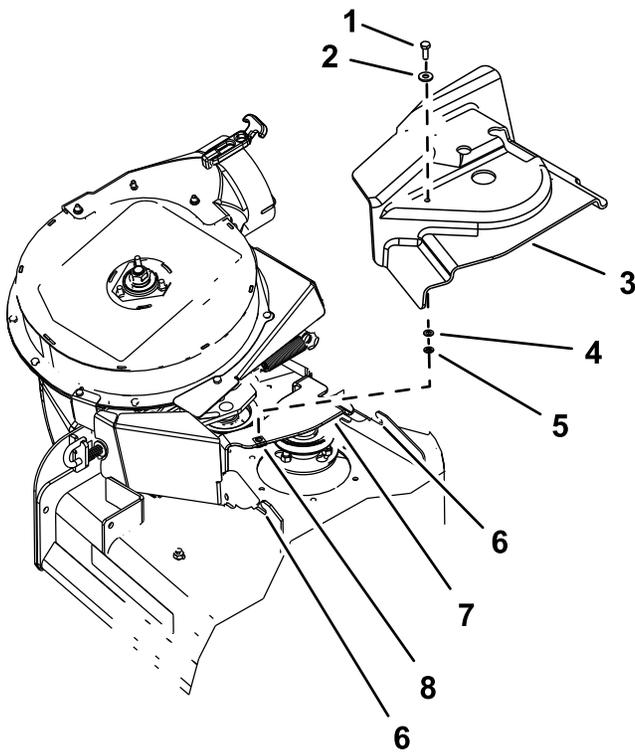

図 18
- 図 18に示すように、ワッシャ $\frac{5}{16}$ " x  $\frac{3}{4}$ "を六角ヘッドボルト $\frac{1}{4}$ " x  $\frac{3}{4}$ "に組み付ける。
2. OEM ブロードドライブキットからのボルトとワッシャを、ベルトカバーの上部の穴に取り付ける 図 18。
3. ベルトカバーの下から、ワッシャ1/4" x 1/2"とリテーナを、六角ヘッドボルトのねじ山に取り付ける 図 18。
2. ベルトカバーを、デッキフランジのノッチに合わせる 図 18。
4. 六角ヘッドボルトで、ベルトカバーをカバーブラケットに固定する 図 18。